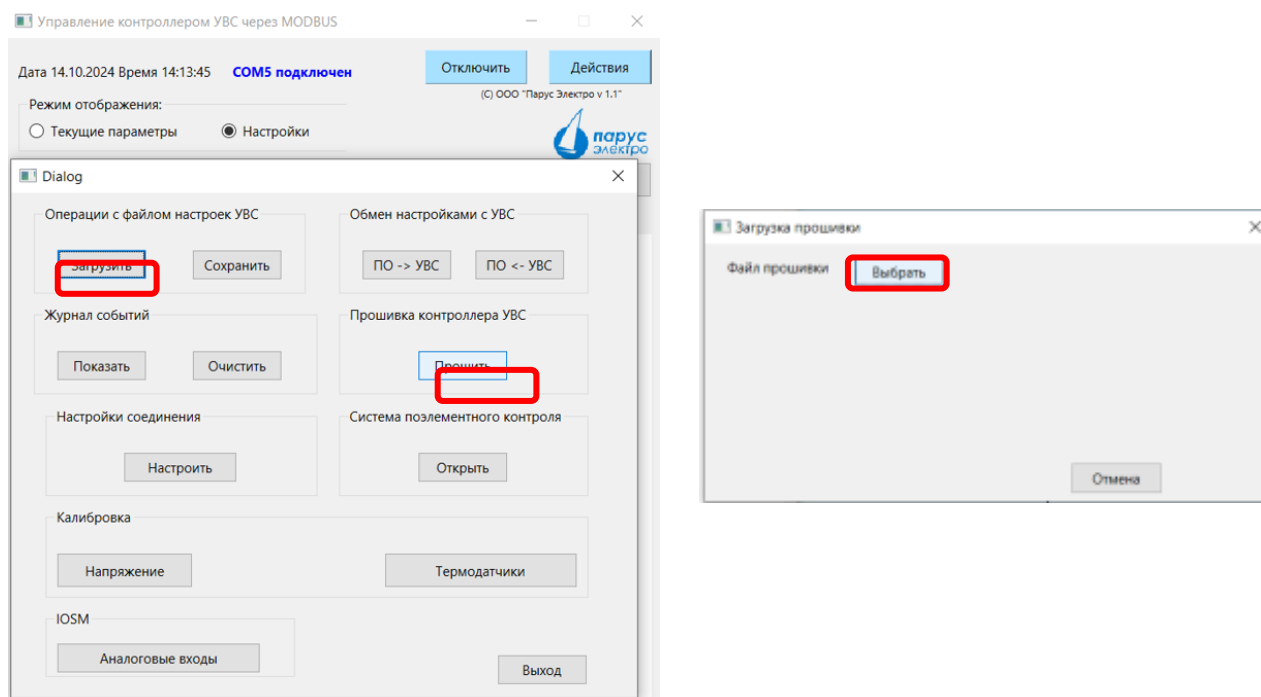

Рисунок 65 – Загрузка встроенного ПО.
2.5.7.2 Нажать кнопку «Действия», в открывшемся окне нажать кнопку «Загрузить», выбрать файл с прошивкой и нажать кнопку «Прошить» (рисунок 65).